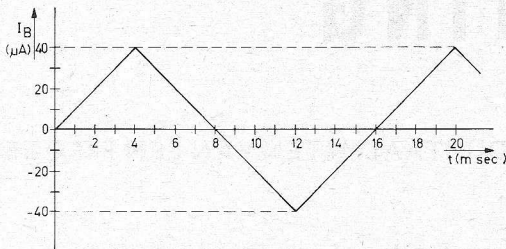

Fig. 15
- b. Op de basisstroom van $45 \mu\text{A}$ wordt een wisselstroomcomponent gesuperponeerd welke op de in fig. 15 geschetste wijze met de tijd verandert. Construeer de collectorstroom als functie van de tijd in een grafische voorstelling waarin 1 cm op de horizontale as overeenkomt met 1 ms en 1 cm op de verticale as met 1 mA.